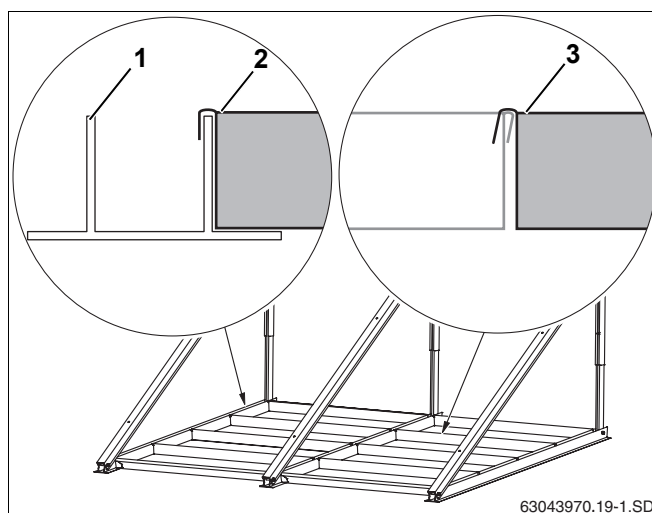

Рис. 27 На каждый коллектор 4 ванны с утяжелителем
- Установить ванны для утяжелителя (рис. 27, поз. 2) в нижний профиль (рис. 27, поз. 1) и друг в друга (рис. 27, поз. 3).